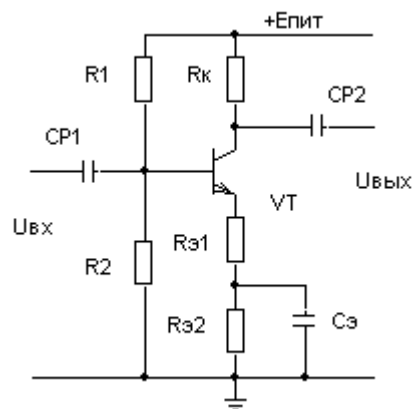

Рисунок 4.1 – Схема усилительного каскада с ОЭ
**Пример 1.** Для схемы усилительного каскада ОЭ (рисунок 4.1) рассчитать: коллекторный ток ( $I_K$ ) и напряжение коллектор-эмиттер ( $U_{кэ}$ ), коэффициент усиления каскада в режиме холостого хода ( $K_{и\text{ хх}}$ ); если известно:  $\beta=35$ ,  $E_{\text{пит}}=10\text{В}$ ,  $R_1=8,4\text{кОм}$ ,  $R_2=1,6\text{кОм}$ ,  $R_K=820\text{Ом}$ ,  $R_{э1}=82\text{Ом}$ ,  $R_{э2}=100\text{Ом}$ .
Для схемы усилительного каскада ОЭ (рисунок 4.1) выбрать исходные данные (таблица 4.1) и рассчитать:  $I_K$  и  $U_{кэ}$ ,  $K_{иХХ}$ .